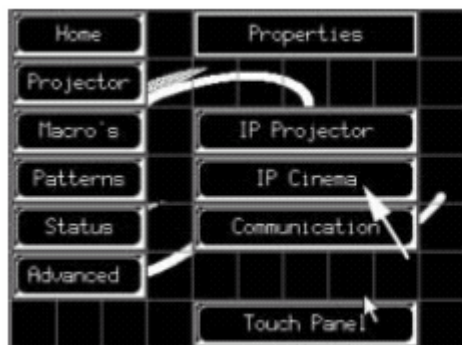

图 10-21 选中IP电影院IP地址
1. 按“IP Cinema”（电影院IP地址）按钮。（图 10-21）